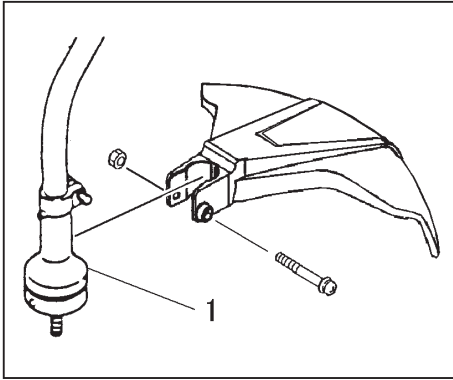

Fig. 1-8
- (En) Installation of blade guard (Fig. 1-8, 8B, 8C)**
Install the blade guard as shown on above (Fig1-8, 1-8Bu8C).
- (It) Montaggio del coprilama (Fig. 1-8, 8B, 8C)**
Installare il coprilama come mostrato sopra (Fig 1-8, 1-8B, 8C).
- (Sp) Instalación del protector de cuchilla (Fig. 1-8, 8B, 8C)**
Instalar el protector de cuchilla como se muestra arriba. (Figs. 1-8, 1-8B, 8C)
- (Fr) Installation de la plaque de protection de la lame (Fig. 1-8, 8B, 8C)**
Installer la protection de lame comme indiqué ci-dessus (Fig. 1-8, 1-8B, 8C).
- (Ge) Einbau des Messerschutzes (Fig. 1-8, 8B, 8C)**
Bringen Sie den Messerschutz wie oben gezeigt an (Abb. 1-8, 1-8B, 8C).
- (Sw) Montering av klingskydd (Fig. 1-8, 8B, 8C)**
Montera klingskyddet enligt ovan (Fig. 1-8, 8B, 8C).